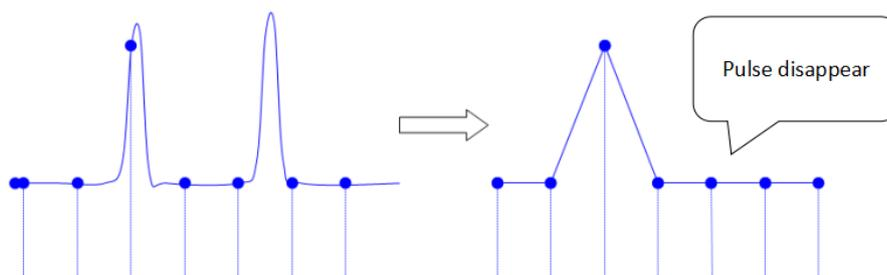

Abbildung 10-3
- Fehlende Wellenform: Aufgrund der niedrigen Abtastrate spiegelt die Wellenform nicht alle tatsächlichen Signale wider, wie in Abbildung 10-3 dargestellt.